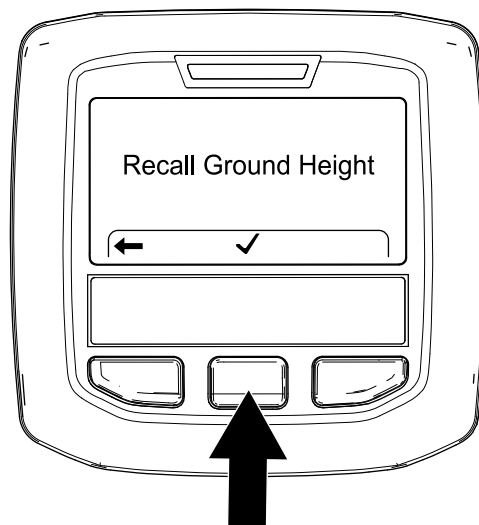

Figura 114
3. Pe ecranul Recall Ground Height (Figura 114), apăsai butonul central InfoCenter.